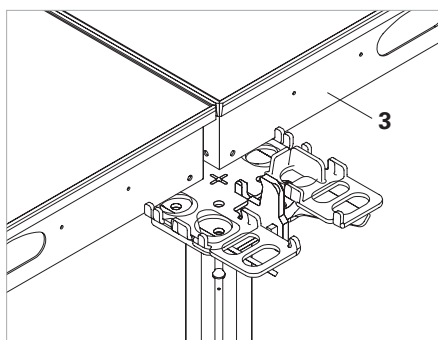

Fig. A5.12
- Elemento a telaio SDP (3). (Fig. A5.12)